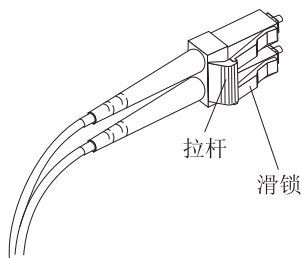

图 33. LC-LC 光纤通道电缆拉杆和滑锁
1. 在 LC-LC 电缆连接到 SFP 模块或主机总线适配器的一端，按住拉杆以松开滑锁，如图 33 中所示。